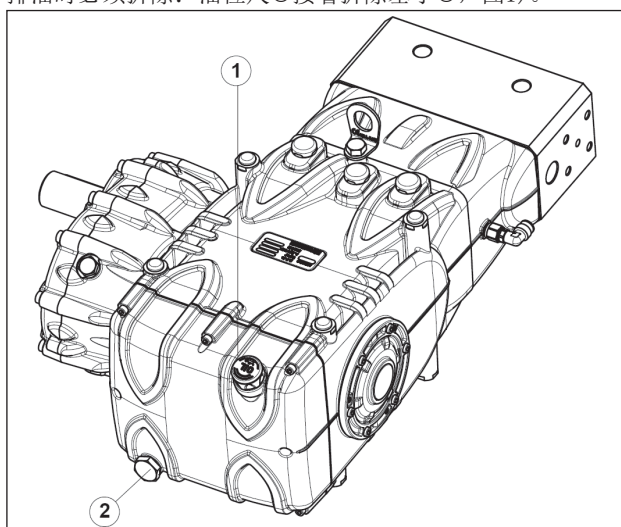

图1
机械部件的维修作业必须从泵壳中排油后再进行。排油时必须拆除：油位尺①接着拆除塞子②，图1)。